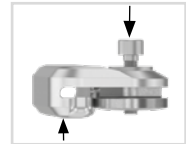

fig. 7
- 2 Placez la rondelle sur la plaque supérieure et serrez la vis de compression dans le filetage de la première vis (S1 ; fig. 11). La vis de compression ne doit pas être complètement vissée (fig. 7).
- 3 Écartez la partie supérieure de l'articulation et la plaque supérieure en exerçant une force comme indiqué (flèches dans la fig. 7). Pour ce faire, vous pouvez vous servir d'un étau ou donner des coups contrôlés, par exemple avec un maillet à frappe amortie.